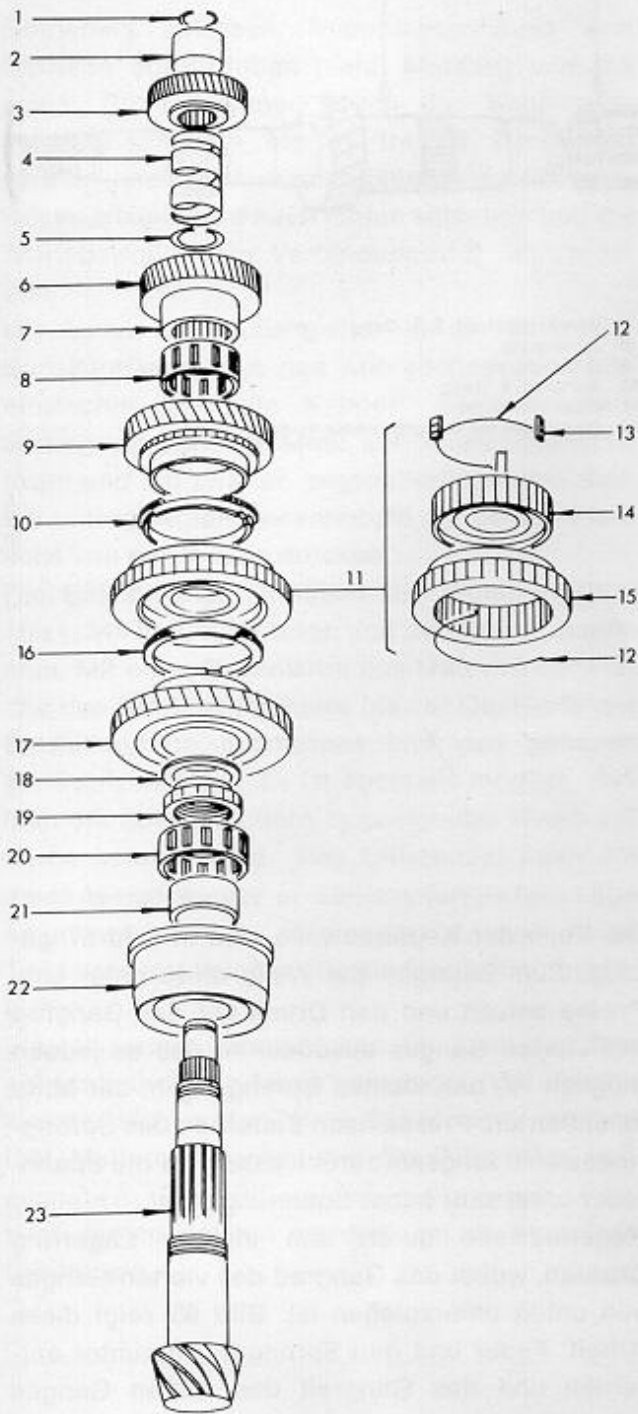
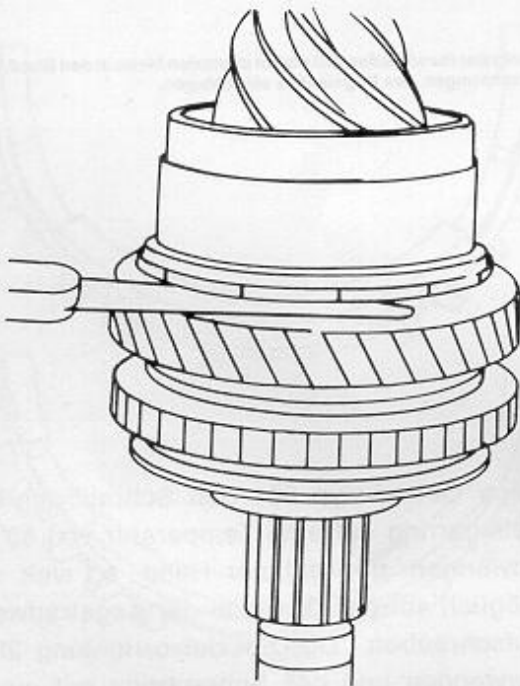

Bild 67
Bild 75
HINWEIS: Bei Fahrzeugen vor Baujahr 1976 mit dem älteren Getriebe wird jetzt als Ersatzteil eine Synchronnabe mit einem breiteren Mittelstück geliefert, welche an der Seite mit einer Rille gezeichnet ist. Wenn diese neue Synchronnabe verwendet wird, darf die Ausgleichscheibe («18», in Bild 67) nicht mehr eingebaut werden. In diesem Fall braucht ebenfalls das Axialspiel zwischen dem ersten Gangrad und der Scheibe nicht mehr ausgemessen zu werden (s. Bild 75), wie es weiter hinten beschrieben wird. Die folgenden Anweisungen erwähnen den Zusammenbau des älteren Getriebes ohne die breitere Synchronnabe, was später zu beachten ist.
Die Teile der Kegelradwelle sind in Bild 67 gezeigt. Zum Zerlegen der Welle diese unter eine Presse setzen und den Druck auf das Gangrad des vierten Ganges ausüben, so daß es jedoch möglich ist, den kleinen Sprengring in der Mitte zu entfernen. Presse nach Entfernen des Sprengringes sehr langsam zurücklassen, da die Spannfeder unter sehr hoher Spannung steht.
Beim Getriebe nach August 1975 ist diese Rundmutter nicht länger verwendet. An deren Stelle ist ein Schraubring getreten, welcher gleichzeitig als Lauffläche für das Nadelrollenlager (20) in Bild 67 dient. Auch zum Lösen dieses Schraubringes/Nadelrollenlagers ist eine Spezialvorrichtung erforderlich (2052), um den Schraubring abzdrehen.
Unmittelbar hinter dem Nadellager befindet sich beim neuen Getriebe ein sogenannter Drehsicherungsring, welcher auf die Synchronnabe des 1./2. Ganges aufgepreßt ist. Zum Lösen dieses Ringes vorsichtig mit einem Durchschlag an gegenüberliegenden Stellen abschlagen, ohne den Sperring dabei zu verkanten. Die in Bild 67 mit (18) gezeigte Ausgleichsscheibe wird nicht mehr verwendet.
Der Zusammenbau der Kegelradwelle geschieht in umgekehrter Reihenfolge wie die Zerlegung, unter Bezug auf Bild 67. Die folgenden Punkte sind jedoch besonders zu beachten:
- Beim Getriebe vor August 1975 eine Fühlerlehre an der in Bild 75 gezeigten Stelle einschieben und kontrollieren, daß das Axialspiel des Gangrades zwischen 0,10 und 0,25 mm liegt. Falls erforderlich, eine andere Ausgleichsscheibe verwenden. Scheiben stehen in Stärken von 0,65, 0,70, 0,75 und 0,85 mm zur Verfügung. Immer versuchen, das Axialspiel an der unteren Grenze zu halten. Beim neuen Getriebe ist diese Messung nicht erforderlich.